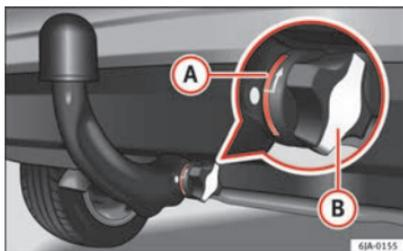

Abb. 119 Ordnungsgemäße Befestigung der Kugelkopfstange
- Die rote Markierung **(A)** ⇒ Abb. 119 am Handrändelrad ist auf die weiße Markierung an der Kugelkopfstange gerichtet ist.